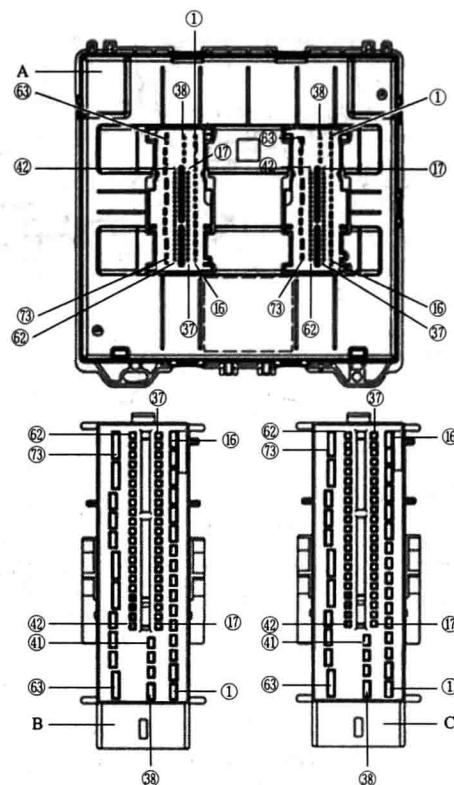

图 1-7 车载电网控制单元端子（仅限带 PR 编号 AW1 的车辆）
② 带 PR 编号 AW1 的车辆的车载电网控制单元 J519 连接端子如图 1-7 所示。